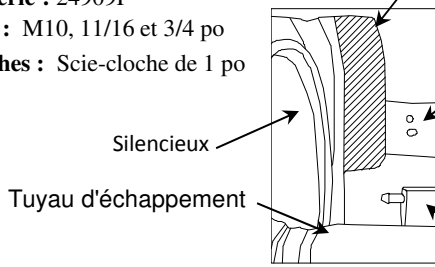

Figure 3
①	Qté (1)	Boulon de carrosserie 1/2-13 X 2.00 GR5	n	Qté (2)	Écrou de levier 1/2-13
②	Qté (1)	Espaceur 1/4 x 1.50 x 3.00	o	Qté (2)	Boulon 1/2 -13
③	Qté (3)	Rondelle conique 1/2 po	p	Qté (2)	Isolateur galvanique
④	Qté (1)	Écrou hexagonal 1/2-13
2. Enlever le boulon M6 arrière qui fixe l'écran thermique en place. Le remettre au propriétaire. Découper l'écran thermique pour permettre l'accès au trou dans le longeron côté passager. Fig. 3.